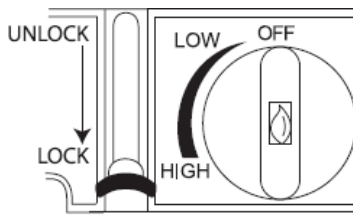

Fig. 3
- Împingeți blocarea cartușului de gaz în jos în poziția „LOCK” cu o mișcare fermă. (Fig 3)